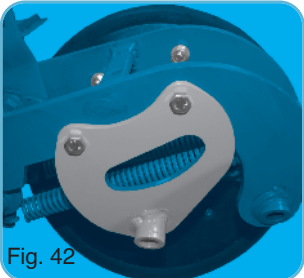

Fig. 42
- Bloc anti-dévers (fig. 42).
- Short back wheel holder unit (fig. 42).